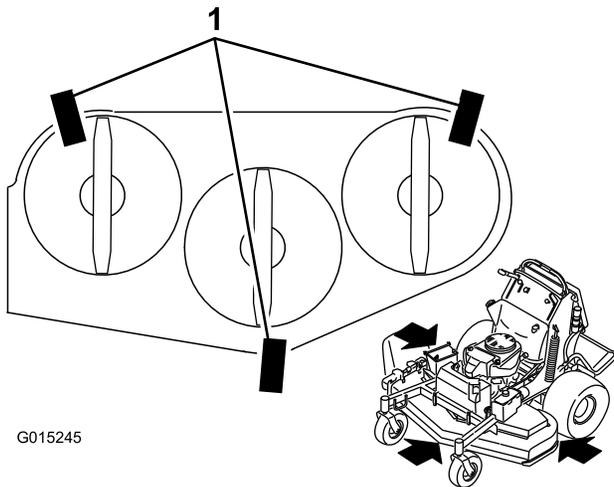

図 86
1. 図 86 のように、刈り込みデッキの下に 5x10cm 程度の角材を 3 つほど置く。角材は 10cm の辺が上下になるように置く。